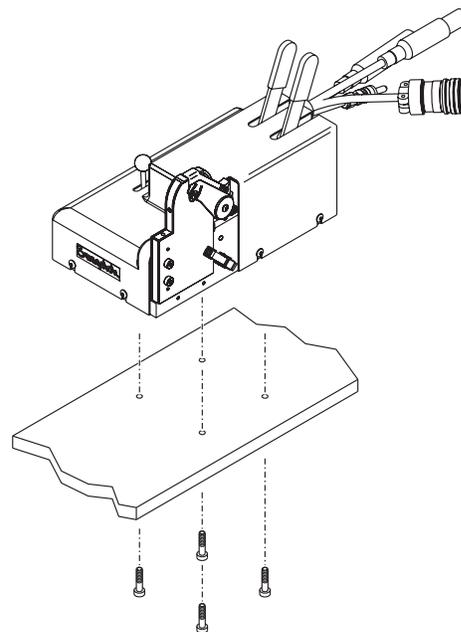

図4：ウェルド・ヘッドを作業台に取り付ける（任意）
5. 適切な長さの4本の1/4インチ・サイズ×20ロック・ネジ（付属品ではありません）を、作業台を通してウェルド・ヘッド・ユニットに差し込みます。図4をご参照ください。